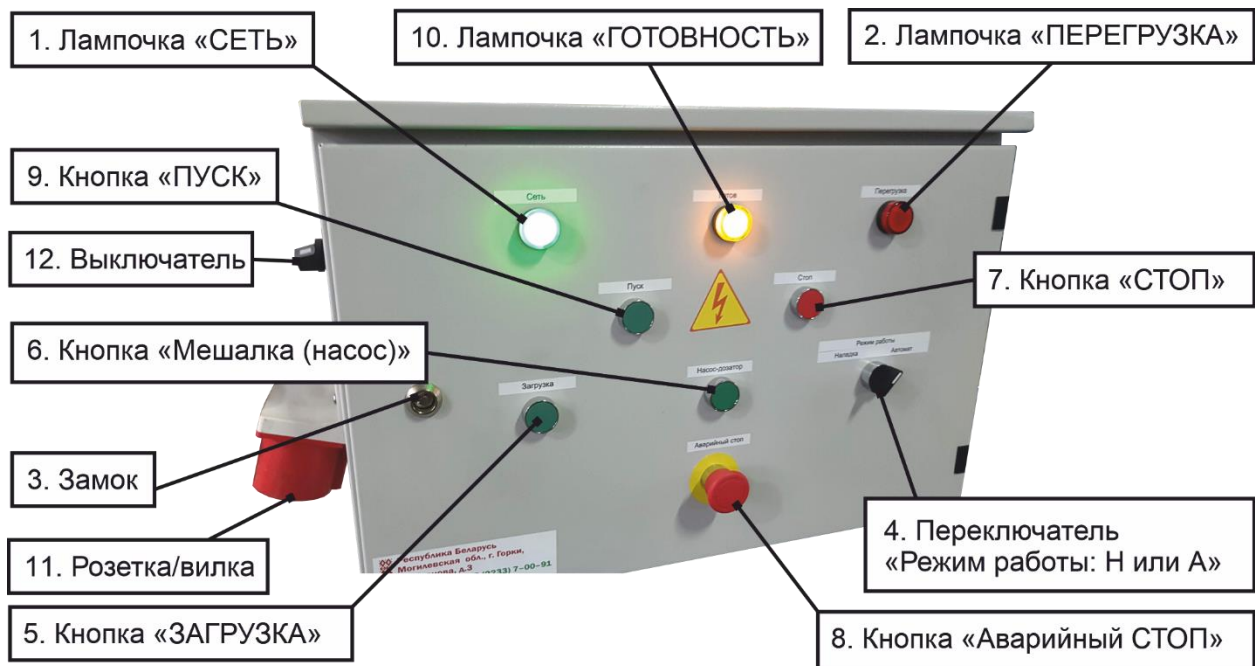

Рис. 4. Пульт управления.
При установке переключателя 4 (рис. 4) в положение "А" и нажатии кнопки 9 «Пуск» включаются двигатели: самохода, шнека и форсунки. Ручки кранов блока управления потоком жидкости должны быть установлены в положение режима «Протравливание» (табл. 1).
- 5.1.9. Проверить правильность подсоединения кабеля к электросети. При правильном подсоединении кабеля к электросети при переводе переключателя 4 (рис. 4) режимов работы в положение "А" направления вращения двигателей будут совпадать с направлением стрелок, нанесенных на кожухах и корпусе. В случае обратного вращения, поменяйте местами два каких-либо фазных провода кабеля питания.